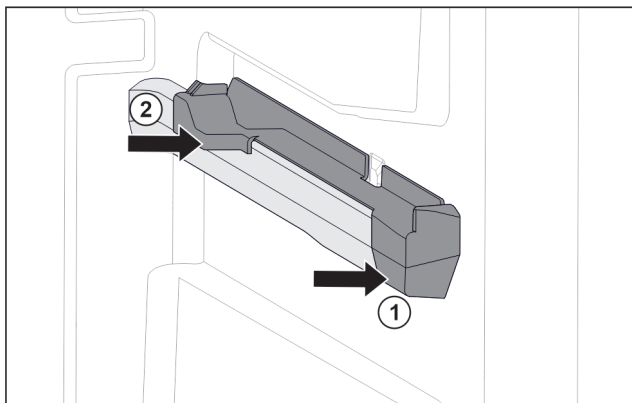

Fig. 221 Natični dio na desnom žlijebu spremnika
- Postavite natični dio sprijeda na žlijeb spremnika. Fig. 221 (1)
- Pritisnite natični dio straga. Fig. 221 (2)